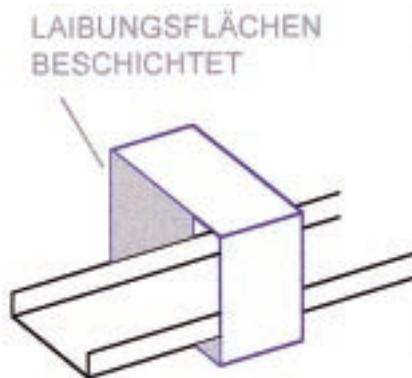

Bild 19
- Die Laibungsflächen der Durchbrüche müssen – vor dem Einbau der Brandschutzplatten – mit einem im Brandfall aufschäumenden Dämmschichtbildner eingestrichen sein, da im Brandfall die Steinwolleplatten ein wenig schrumpfen (Bild 19).